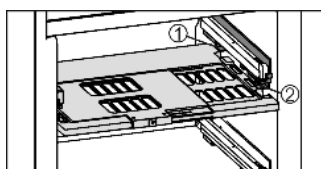

Fig. 12
- ▶ Introduire la plaque de régulation de l'humidité : insérer les travers du couvercle de la plaque par le bas dans le support arrière Fig. 12 (1) et encliqueter devant dans le support Fig. 12 (2).